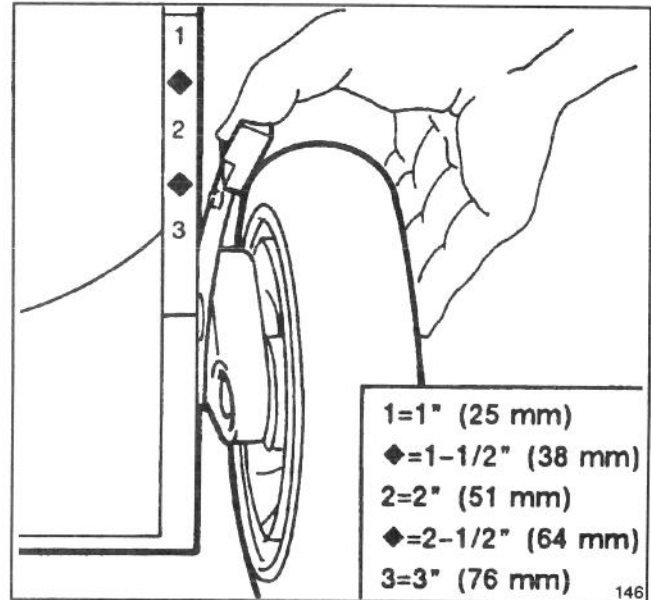

Abbildung 15
2. Zur leichteren Einstellung Mähgehäuse anheben, damit das Rad keinen Bodenkontakt mehr hat. Dabei nicht mit der Hand unter das Gehäuse greifen. Drücken Sie den Schnitthöhen-Einstellungshebel zum Rad hin (Abb. 15), und stellen Sie die gewünschte Schnitthöhe ein. Stellen Sie sicher, daß der Stift des Einstellhebels in die Kerbe am Gehäuse einrastet. Stellen Sie alle Räder auf die gleiche Höhe ein.